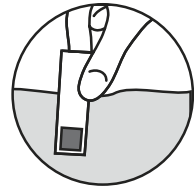

Abb. 1
- ▶ Das rote Reaktionsfeld des Teststäbchens 1 Sekunde in ein Glas Ihres Leitungswassers eintauchen (Abb. 1).